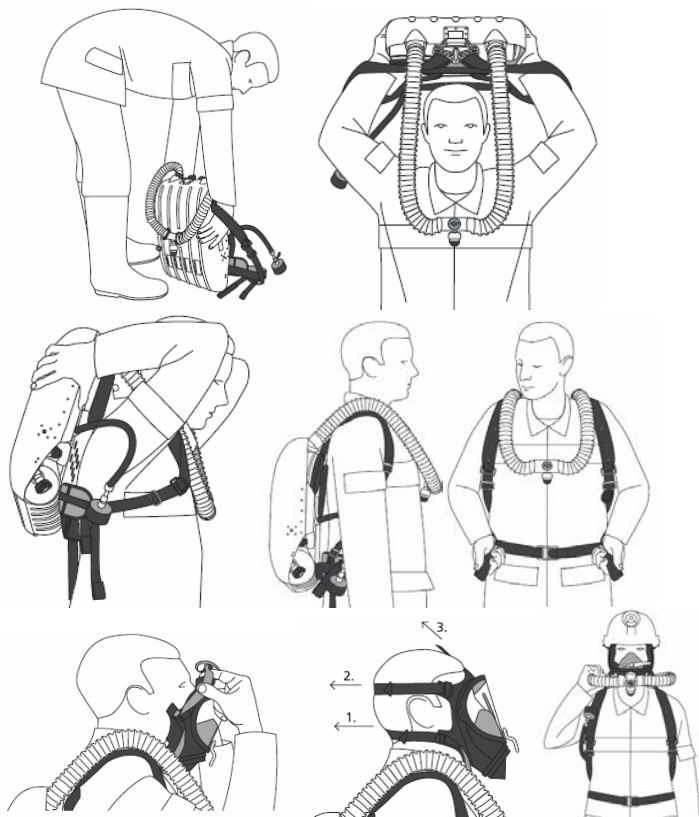

Рис. 10. Порядок одевания респиратора
Предохранительный клапан (рис.10) предназначен для снижения давления в камере редуктора в случае, если по причине какой-либо неисправности оно превысит допустимую величину. Предохранительный клапан состоит из корпуса 25, клапана 22, гайки 24, регулирующей степень сжатия пружины 23 и имеющей отверстие для выхода кислорода, уплотнительной прокладки 21. После регулировки предохранительный клапан пломбируется краской. В случае неисправности редуктора, когда давление в его камере достигает 8-12 атмосфер, клапан 22 отходит от седла и кислород выходит из камеры редуктора в атмосферу.
- повернуть мундштучную коробку до положения загубника отростками вверх, снять чехол и взять загубник в рот (рис. 10,а);
- развести в стороны поясной и плечевой ремни, взять респиратор так, чтобы плечевые ремни располагались с внешней стороны рук, и перенести его через голову (рис.10,б);